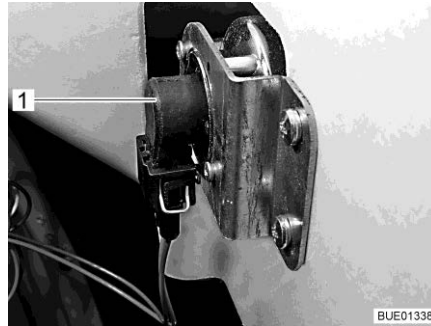

Bild 219 Fahrtrichtungsanzeiger
- Hinter den Lampenhalter (Bild 219,1) greifen.